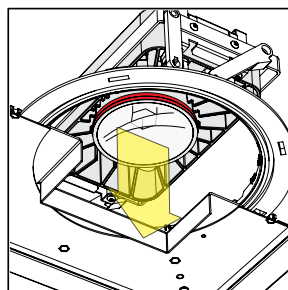

fig. 17
- Pour rapprocher l'optique au maximum, tirez l'optique directement vers le bas. Le moteur d'éclairage se verrouille magnétiquement en place (voir la fig. 17).